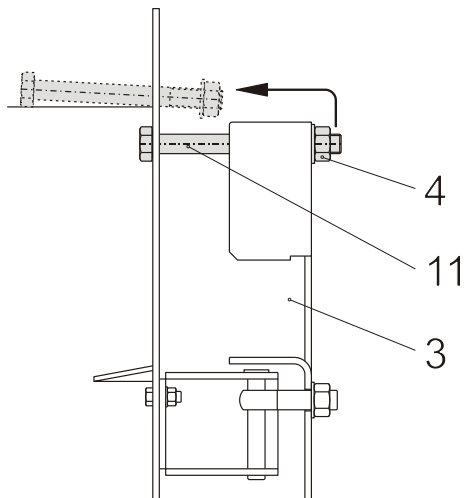

Рис. 11: Разворот нажимной группы
- Открутить на 3-4 оборота все фронтальные гайки (4).
- Затянуть контргайки (6) на стороне упора и снова затянуть до отказа фронтальную дверь котла.
- При наличии фронтальных гаек (4) нажимных групп их необходимо отвернуть настолько, чтобы винты с шестигранной головкой (11) можно было вывернуть над продольными отверстиями во фронтальной двери котла. После этого винты с шестигранной головкой можно сместить назад через изоляцию (также см. рис. 11).